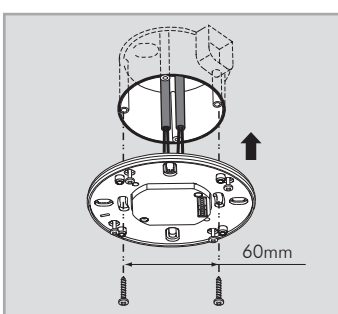

FIG. 8
3.4.1.3 Fije la caja de alimentación a la caja de conexiones estándar europeo con 2 tornillos (Véase FIG.8).